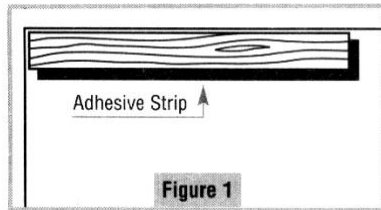

Figure 1
1. Disposer la première rangée de planches le long du mur en commençant dans le coin gauche avec les bandes adhésives face vers l'extérieur, éloignées du mur (Fig.1). Laisser un espace minimum de 1/8" (ou un espace optimum de 1/4") entre le bord des planches et le mur, les armoires du bas et toutes les autres surfaces verticales. Retirer l'endos de papier de la bande adhésive à l'extrémité de la première planche et fixer le bout de la planche suivante en pressant vers le bas sur les planches.